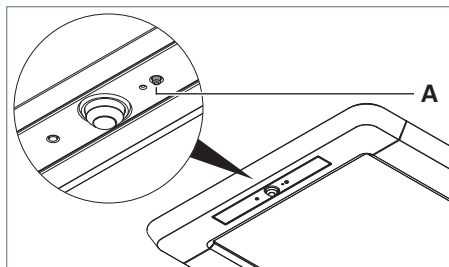
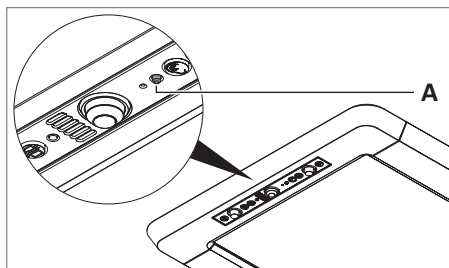

Fig. 39: Esecuzione del reset, versione R.
Fig. 40: Esecuzione del reset, versione RX.
- Premere il tasto **A**, mantenerlo premuto e ricollegare l'apparecchio all'alimentazione, vedere Fig. 39 e vedere Fig. 40.